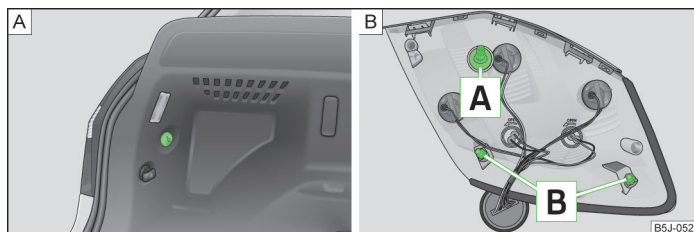

Fig. 162 Tuerca de plástico / Luz posterior
- Sujete con una mano la luz posterior y desenrosque con la otra mano la tuerca de plástico » fig. 162 - **A**.
- Para volver a montar la luz posterior, introdúzcala primero con el tornillo **A** en la abertura de la carrocería » fig. 162.
- Sujete con una mano la luz posterior, y enrosque y apriete con la otra mano la tuerca » fig. 162 - **A**.